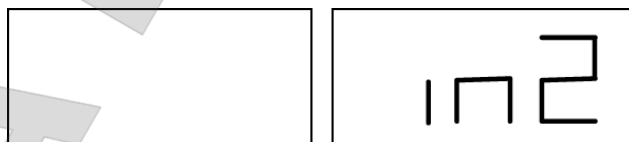

Рис. 6.4 Ввод позиции веса W2
6. Если угол больше 120°, станок будет отображать сообщение, показанное на рисунке 6.2, в течение одной секунды и будет издавать трехкратный звуковой сигнал, указывающий, что должна быть выбрана другая точка. Если угол меньше 120°, станок будет отображать сообщение, показанное на рис. 6.4, что позволяет перейти к следующему шагу;